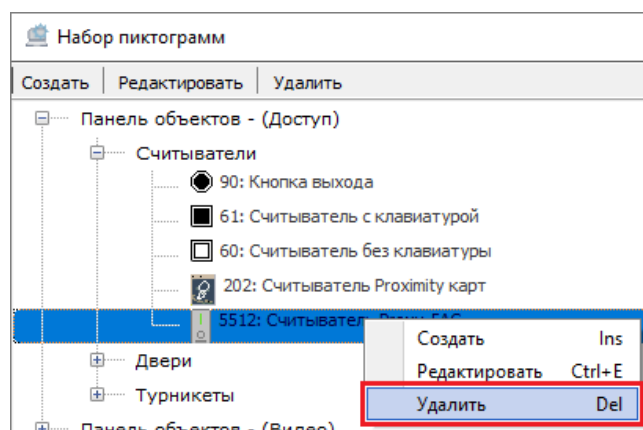

Рисунок 6-522 Переход к удалению пользовательского вида пиктограмм
- 3) щелкните по выбранному пользовательскому виду пиктограмм правой клавишей мыши и выберите в контекстном меню вида пиктограмм команду «Удалить» (см. Рисунок 6-522) или выделите выбранный пользовательский вид пиктограмм и нажмите клавишу на клавиатуре;